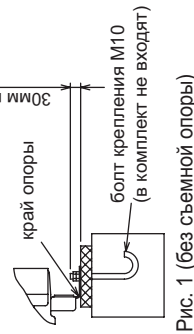

Рис. 1 (без съемной опоры)
- ① Проверьте прочность основания, предусмотрите слив дренажа (при работе прибора на некоторых его элементах конденсируется влага), подключение фреоновых труб и кабелей.
- ② Основательные опоры должны прочно располагаться на основании (рис. 1 и 2).
- ③ Болты крепления должны выступать не более, чем на 30мм (рис. 1 и 2).